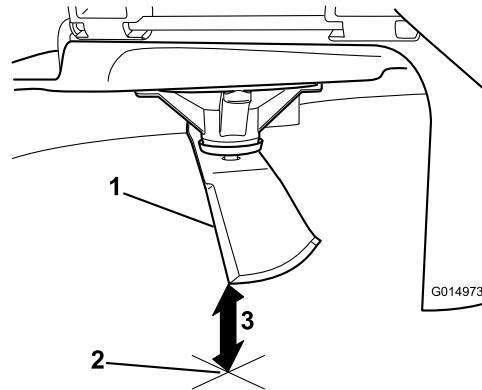

Figura 84
5. Mida desde la punta de la cuchilla hasta la superficie plana (Figura 84).